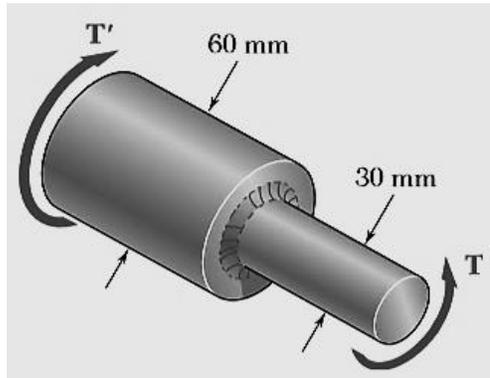

Figura 4.2. Eje escalonado para el problema 5.3.
- Calcule el factor teórico de concentración de esfuerzos para el eje escalonado sometido a torsión que se muestra en la figura 4.2, considere el radio del filete igual con 8 mm